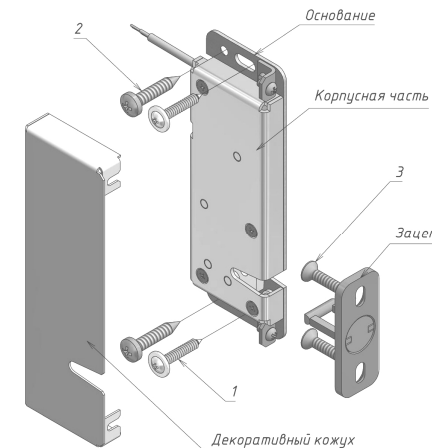
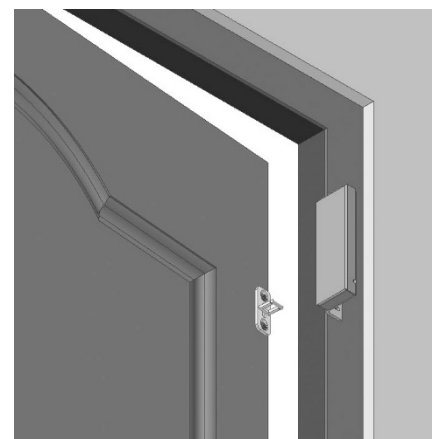

Рисунок 2 – Комплект поставки замка AL-250UZ
Рисунок 3- Установка замка на монтажный L-уголок
3.1 В основной комплект поставки (рисунок 2) входят:
- саморез-шуруп 4,2x25 с прессшайбой (1) - 2 шт.
- саморез-шуруп 4,2x25 п/к (2) - 2 шт.
- саморез-шуруп 4,2x25 потай. (3) - 2 шт.
- **L-уголок AL-250UZ** монтажный уголок для дверей, открывающихся наружу (рисунок 3)
Замок состоит из корпуса с кожухом и зацепа (рисунок 2). Корпус крепится к дверной коробке, зацеп – к двери.